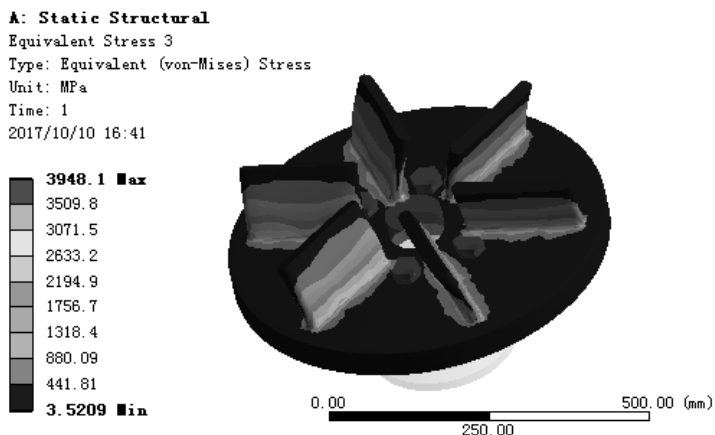

图 7.6.16 应力结果图解 (fan_wheel)
(5) 查看 fan_wheel 应力结果图解。在“Outline”窗口中选中 Equivalent Stress 3，查看图 7.6.16 所示的零件 fan_wheel 的应力结果，其最小应力为 3.5209 MPa，其最大应力为 3948.1 MPa。